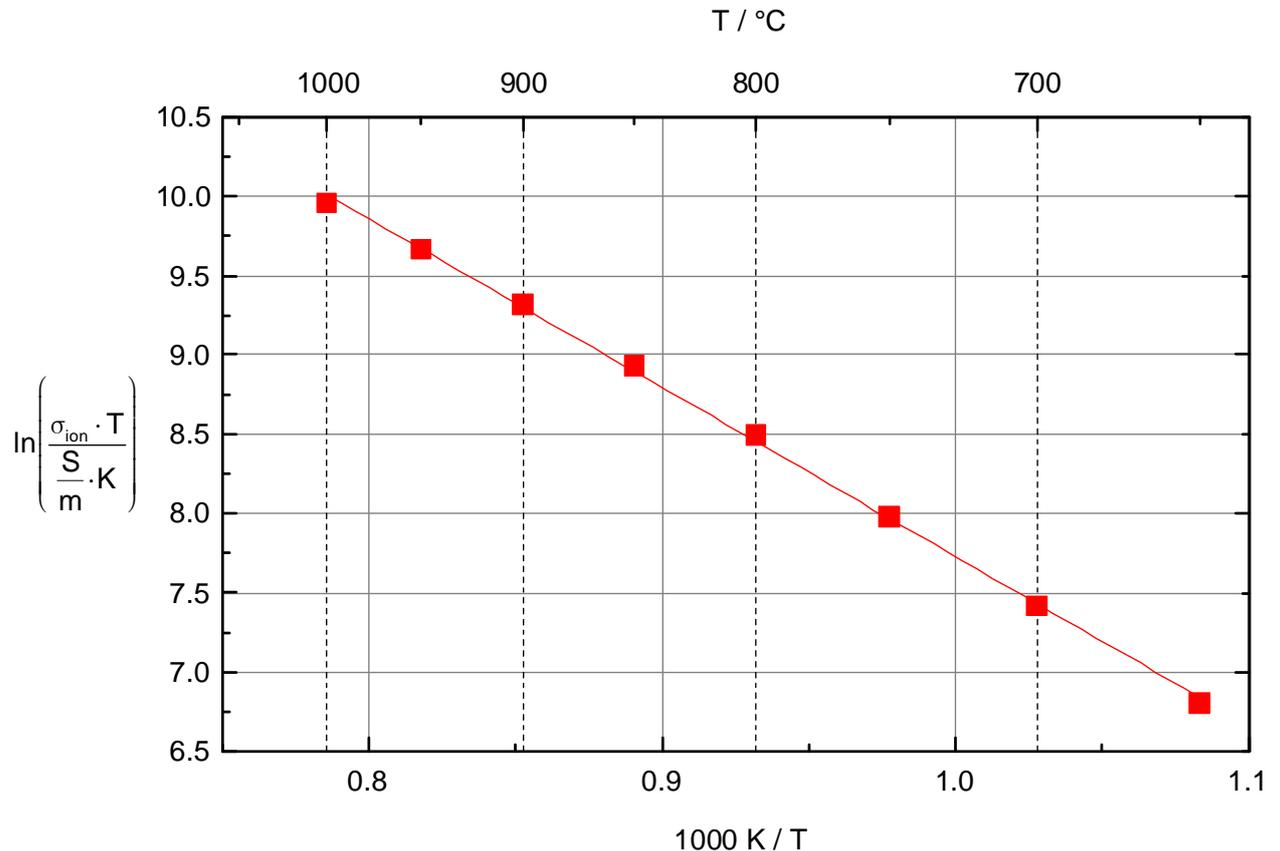

Bild 1
c) Tragen Sie in das Diagramm in Bild 1 die ionische Leitfähigkeit für den Temperaturbereich zwischen 700 und 1000 °C ein. (2 Punkte)